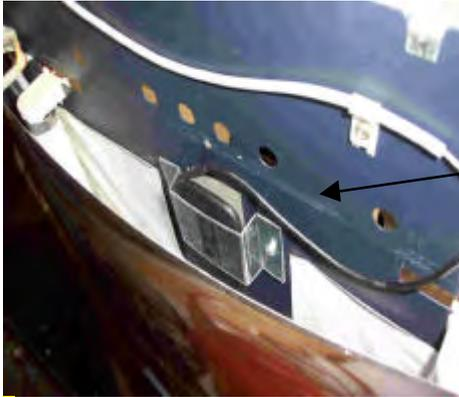

figura 6.12.5.1
7. Introducir el conjunto por el hueco que ha dejado la escuadra desmontada anteriormente y sujetarlo a la puerta por la parte exterior mediante dos tornillos hexagonales (cod.-1311047) y 2 tuercas hexagonales (cod.- 1321001) ver figura 6.12.5.1